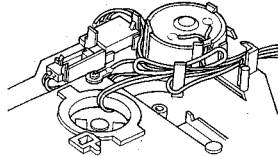

Abb. 10
(2) Bei der Demontage und dem Wiederzusammenbau achten Sie darauf, daß die Kabel, wie in Abb. 10 gezeigt, verlegt werden.